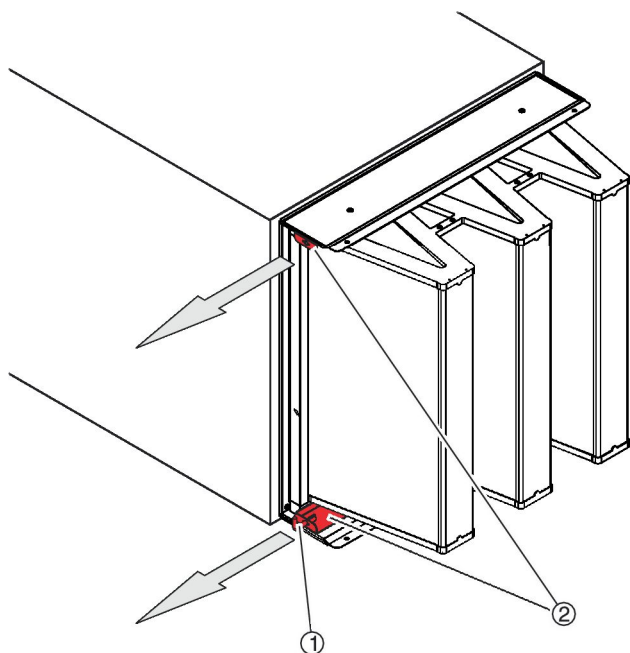

Fig. 58 : Libération des rails de fixation
4. ▶ Utiliser la clé spéciale (Fig. 58 /1) pour retirer les rails de fixation (Fig. 58 /2) le plus loin possible.